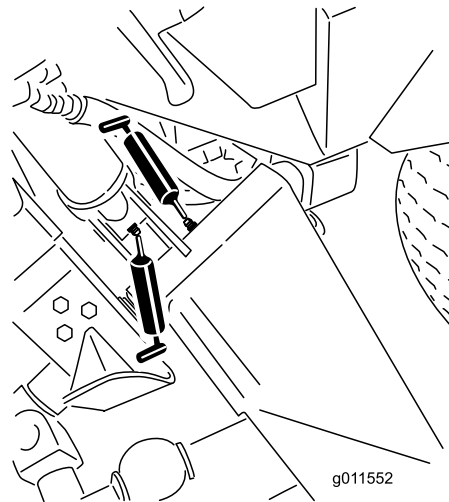
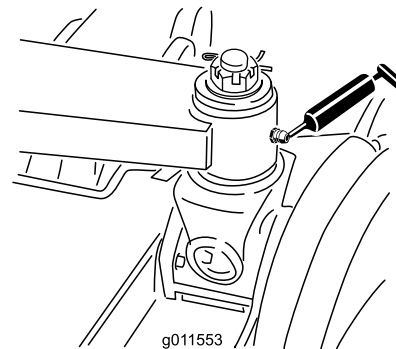

Figura 44
Figura 45
- Casquilhos do braço de elevação principal (6) (Figura 44 e Figura 45)